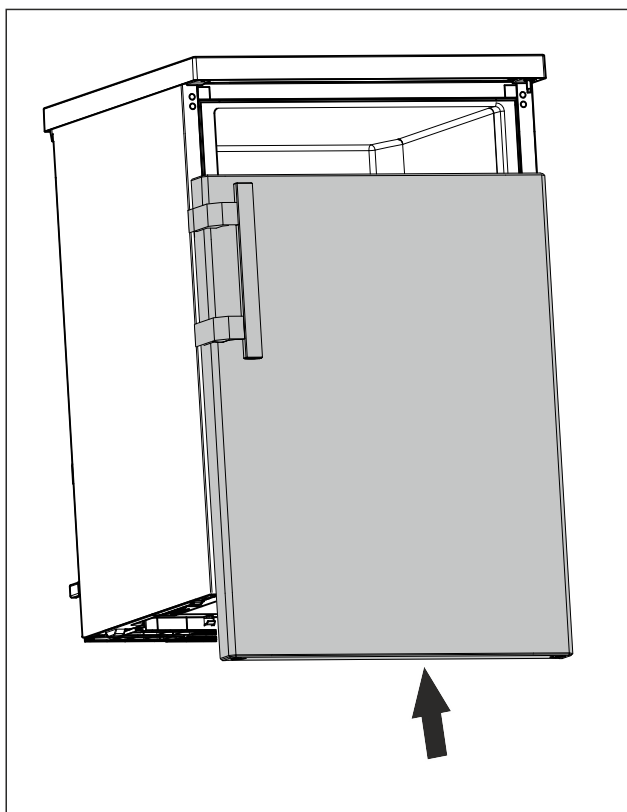

Fig. 15
- ▶ Pomičite zatvorena vrata do gornjeg svornjaka. (pogledajte Fig. 15)